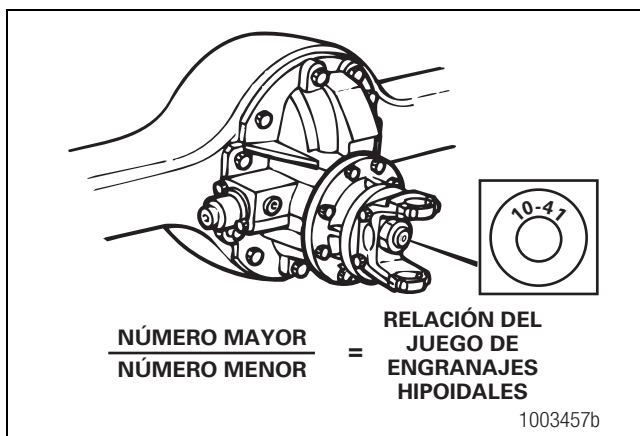

Figura 4.20
2. Identifique y anote los números de los dientes de los juegos de engranajes estampados en el extremo del piñón de mando del eje trasero. Figura 4.20.
3. Calcular la relación de los engranajes hipoidales dividiendo el número mayor por el número menor. Figura 4.20.